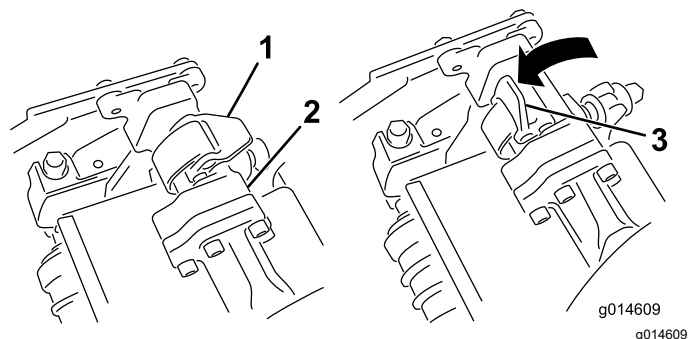
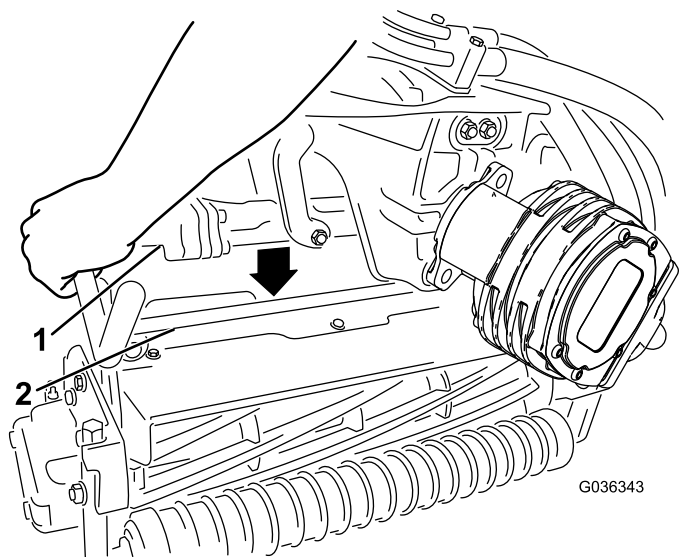

Bild 62
Bild 63
4. Öffnen Sie die Verriegelungen an der Aufhängearmstange (Bild 62) und drücken Sie den Aufhängearm nach unten, damit die Stange über beide Neigungsarme am Mähwerk liegt und stellen Sie sicher, dass die Verriegelungen unter die Querstange des Mähwerks greifen (Bild 63).
5. Drücken Sie die Riegel nach unten um die Schneideinheitstange herum und arretieren sie (Bild 62).
6. Öffnen Sie die Riegel an der Aufhängearmstange der Schneideinheit, die Sie entfernen möchten (Bild 62).